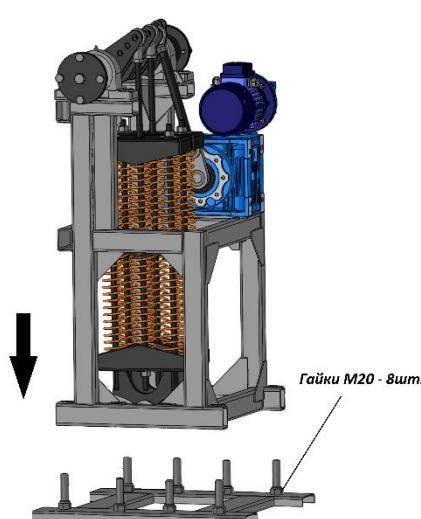

Рисунок 8
• С помощью крана или лебедки установите Раму шлагбаума на закладные элементы фундамента так, чтобы совпали закладные шпильки с крепежными отверстиями Рамы, Рис.8.